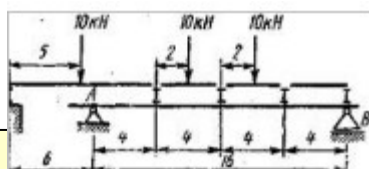

Рис. 3
49. Как построить эпюру изгибающих моментов при узловой передаче нагрузки (рис. 3)